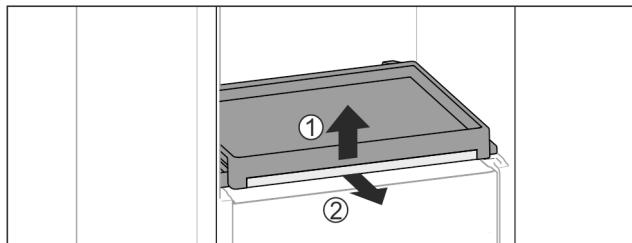

Fig. 113
- Odstranite izvlečno polico s stekleno ploščo: Stekleno ploščo spredaj rahlo dvignite Fig. 113 (1) in jo izvlecite naprej Fig. 113 (2).